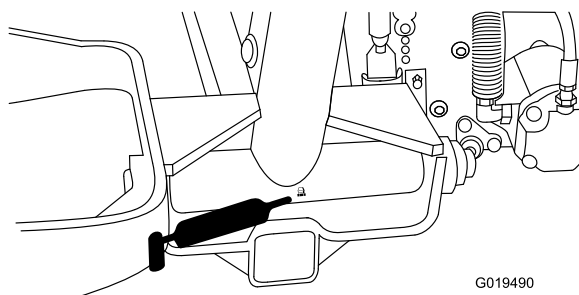

Figure 46
- Pivot de bras de levage (3) (Figure 46).